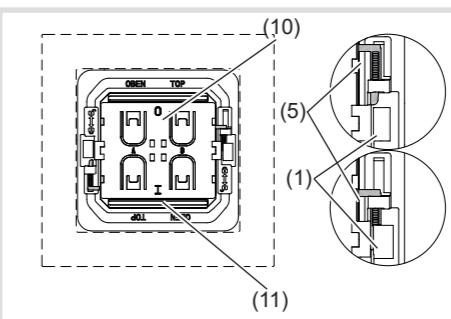

Bild 4: Entriegelter und verriegelter Berker Taster
- Die gelben Verriegelungsstifte (5) links und rechts am Berker Taster nach oben/unten bis zum Anschlag unter die Verriegelungszapfen (1) schieben (Bild 4).